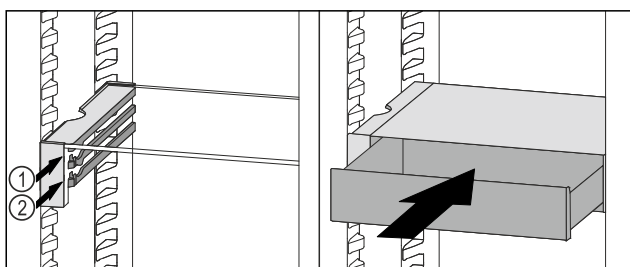

Fig. 157
- Predal VarioSafe namestite za zaustavljalnimi elementi na želeni nastavek Fig. 157 (1) ali Fig. 157 (2).